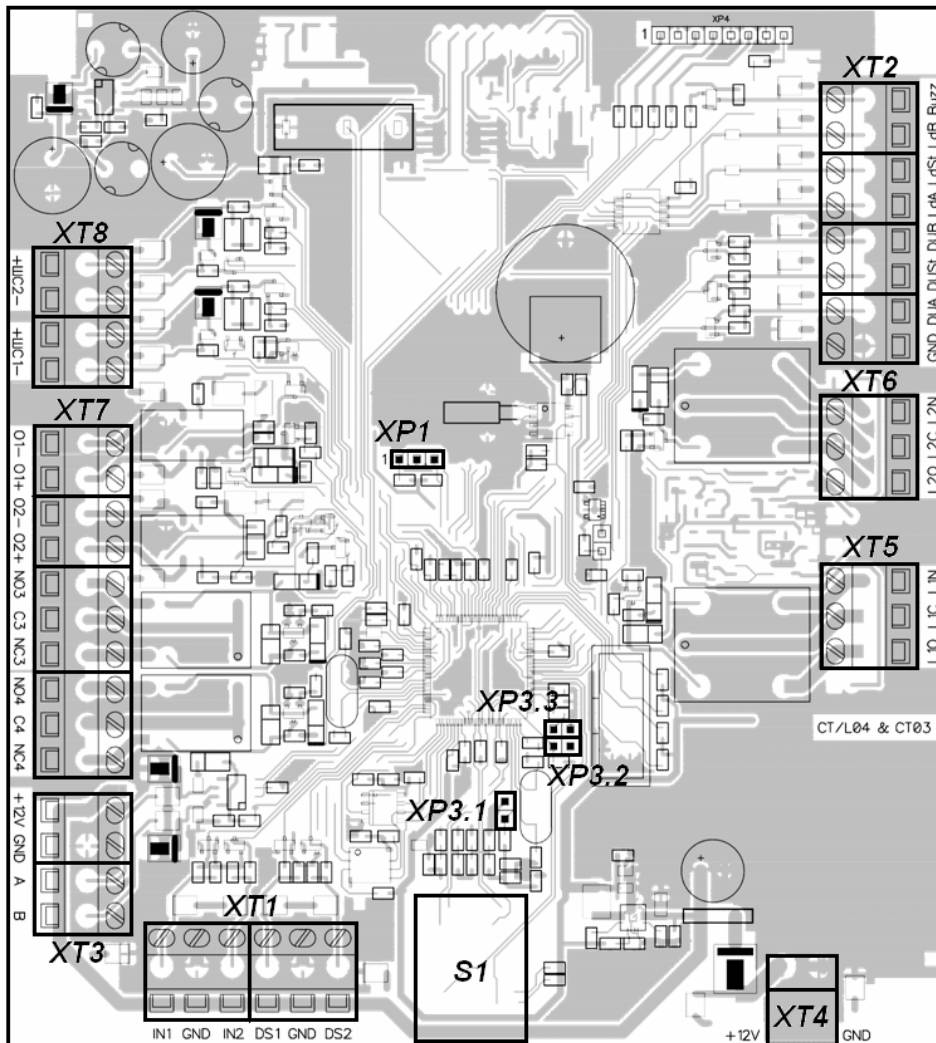

Рисунок 5. Внешний вид платы контроллера
- контроллер ЭП (см. рис. 5);
Внешний вид контроллера показан на рис. 5. На рисунке обозначены: